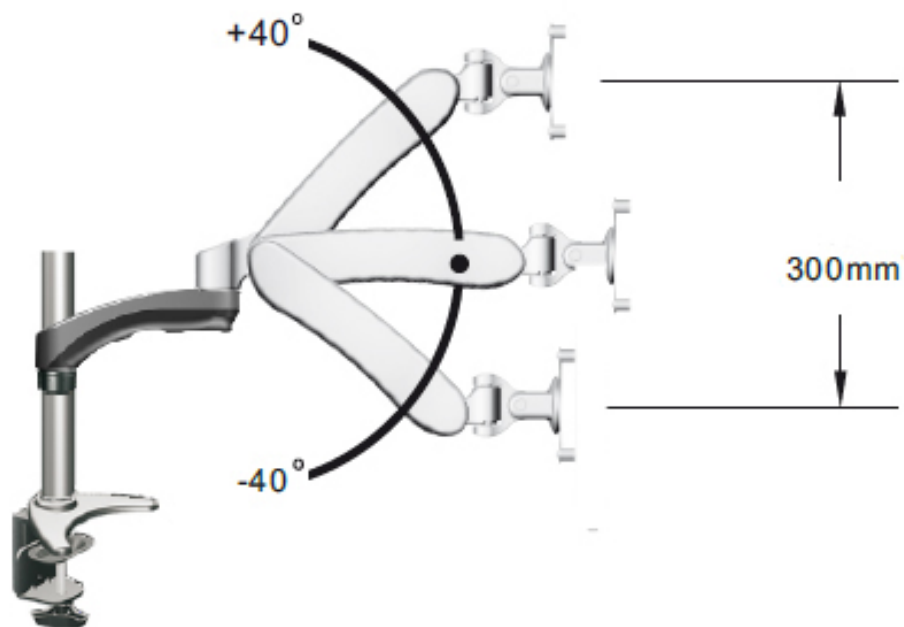
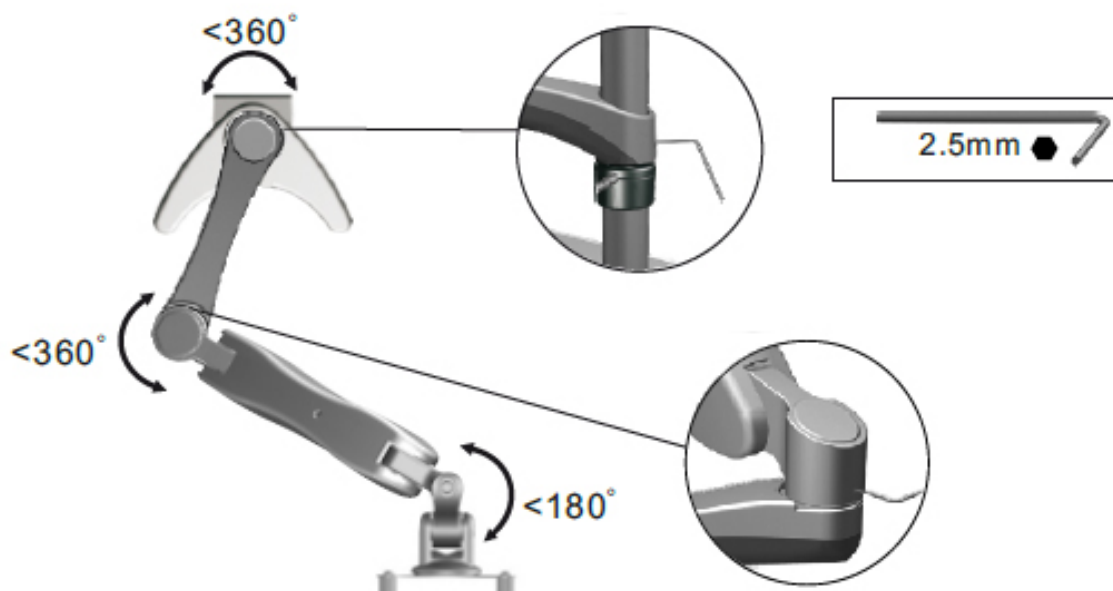

Figura 7
Figura 8
5. Lo strumento può salire o scendere come mostrato. (vedere figura 7). Se tende automaticamente a muoversi lateralmente, è possibile sia necessario regolare la tensione dell'articolazione del braccio per permettere al vostro microscopio di ruotare lateralmente. Questo è possibile utilizzando la chiave a brugola 2,5mm fornita. (vedere Figura 8).
5. Esta parte del brazo oscila hacia arriba y hacia abajo. (Ver Figura 7). Si tiende a moverse hacia un lado, necesitará el ajuste de tensión, para ello utilice la llave allen hexagonal de 2,5mm (ver figura 8)